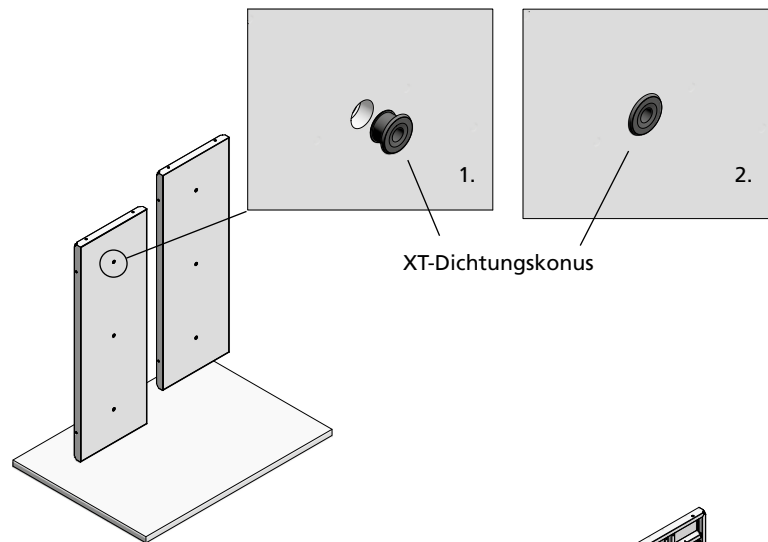
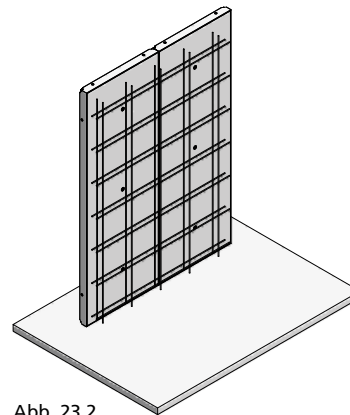

Abb. 23.1
Abb. 23.2
1. XT-Dichtungskonus auf die Ankerlöcher aller Elemente aufdrücken (Abb. 23.1).
2. Stellschalungselement stellen (Abb. 23.1 und XT-4 und -5), Bewehrungsarbeiten durchführen (Abb. 23.2).